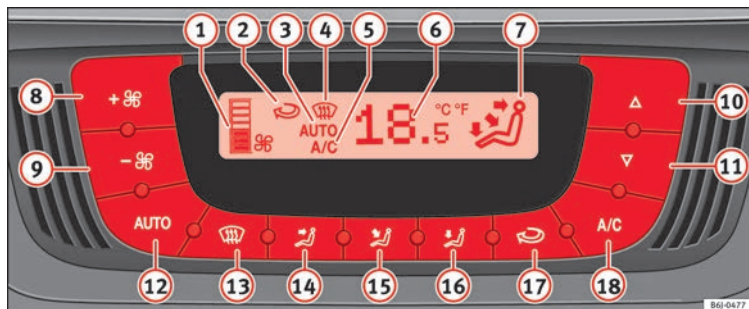

Fig. 130 Sur le tableau de bord : éléments de commande du Climatronic.
Le ventilateur peut être réglé à l'aide des touches **» fig. 130**  et . Lorsque le ventilateur est éteint (l'écran n'affiche aucune position ) et que vous appuyez sur la touche  une seconde après, le Climatronic s'éteint.
- Appuyez sur la touche  pour activer ou désactiver le mode recyclage de l'air ambiant. Il est connecté si le symbole  **» fig. 130** s'affiche à l'écran.